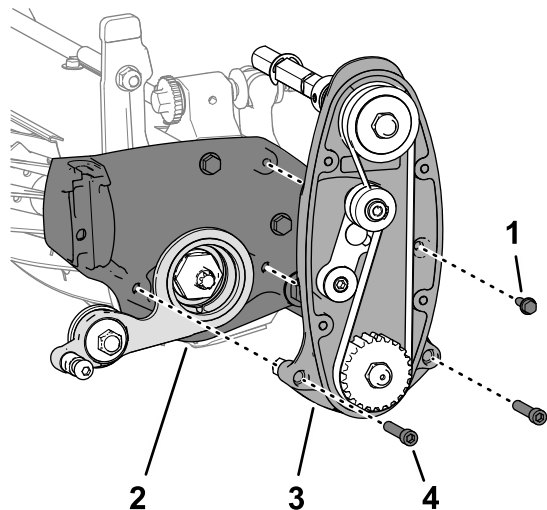

Bild 17
1. Fluchten Sie die Riemenscheibenbaugruppe am Mähwerk aus, wie in Bild 17 dargestellt.
2. Montieren Sie die Riemenscheibenbaugruppe und den Spindelantrieb mit den zwei Innensechskantschrauben (5/16" x 1 1/2") und den Sicherungsmuttern (5/16"), die Sie in 4 Entfernen des Spindelantriebs \(Seite 5\) entfernt haben, am Mähwerk (Bild 17).
3. Befestigen Sie den Spindelantrieb mit der Bundkopfschraube (1/4" x 3/4") am Mähwerk (Bild 17).